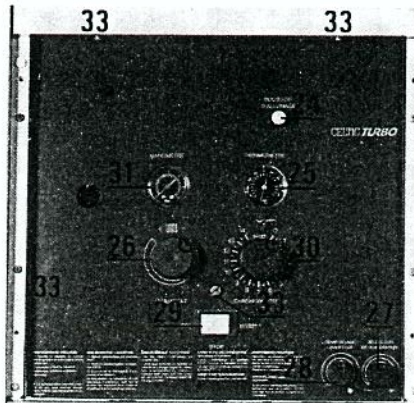

Fig. 1
- 2) Placez l'interrupteur électrique (29) sur la position adéquate ETE ou HIVER (fig. 1).
- 3) Poussez à fond le bouton poussoir de gaz (24) (fig. 1). Le ventilateur passe à grande vitesse assurant le balayage de la chambre de combustion, le gaz parvient à la veilleuse. Après 15 secondes environ, l'allumeur électrique fournit un train d'étincelles destiné à allumer la veilleuse. Lorsque cette dernière est allumée, attendez environ 20 secondes, relâchez doucement le bouton poussoir de gaz (24) (fig. 1). Refaites la manœuvre si nécessaire.
Cette chaudière est conçue pour fournir de l'eau chaude à différents niveaux de température. A cet effet, elle est munie d'un sélecteur de température (bouton de réglage (27) (fig. 1) ; il est possible de puiser de l'eau très chaude à petit débit (moins de 3 l/min) et ensuite de l'eau chaude à 60°C environ entre 3 et 6 l/min, lorsque le bouton de sélecteur de température est placé sur « + ».
Réglez l'aquastat (26) (fig. 1) selon les conditions climatiques : pour augmenter le chauffage par temps froid, tourner le bouton vers le signe « + » ; en mi-saison, pour baisser le chauffage, tourner vers le signe « - ». C'est en se rapprochant de ce point de réglage que vous obtiendrez le fonctionnement en condensation de la chaudière.
Placer l'interrupteur électrique (29) (fig. 1) sur la position « ÉTÉ ». La chaudière fonctionne en eau chaude uniquement.
Si l'aiguille du manomètre (31) (fig. 1) descend au-dessous de 1 bar à froid, rétablissez le plein d'eau de votre installation en procédant de la façon suivante :
- ouvrez le robinet de remplissage (28) (fig. 1).
- lorsque l'aiguille a atteint environ 1,5 bar (31) (fig. 1), refermez le robinet.
Démontage de l'écran (fig. 1)
- ouvrez le robinet de remplissage (28) (fig. 1) et remplissez lentement, fermez les différents purgeurs d'air du circuit.